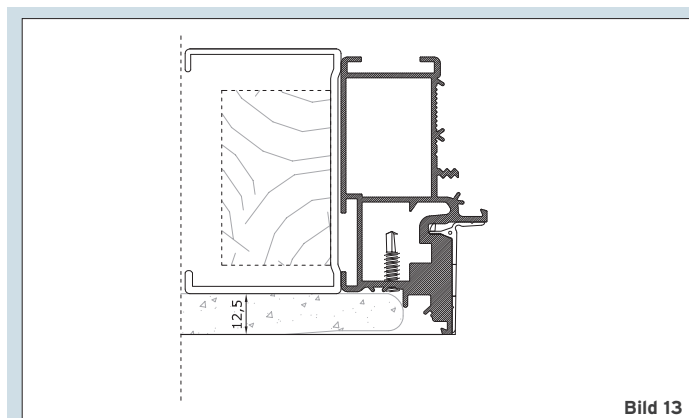

Bild 13
4. Einfache Belegung (Bild 13).